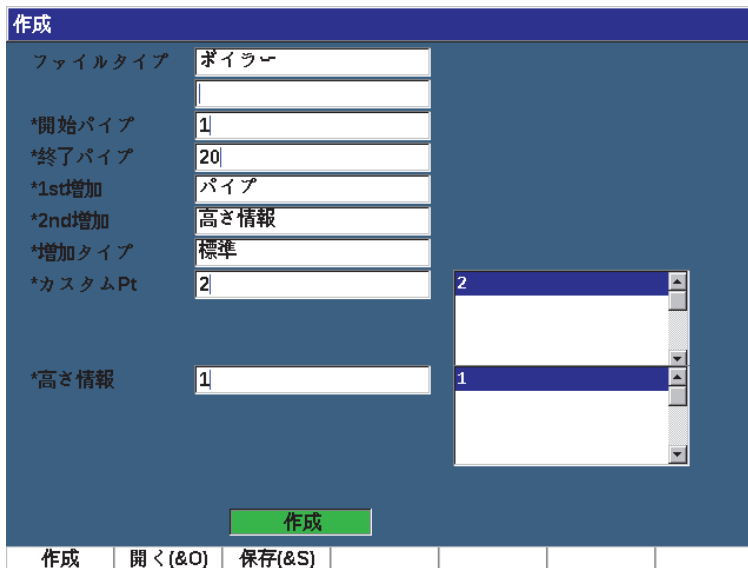

図 10-5 アドバンスト（作成 2 ページ目）
7. 作成ページ 2 で、パラメータキー (P1 ~ P7) を押し、タイプを選択します (211 ページの図 10-5 参照) :